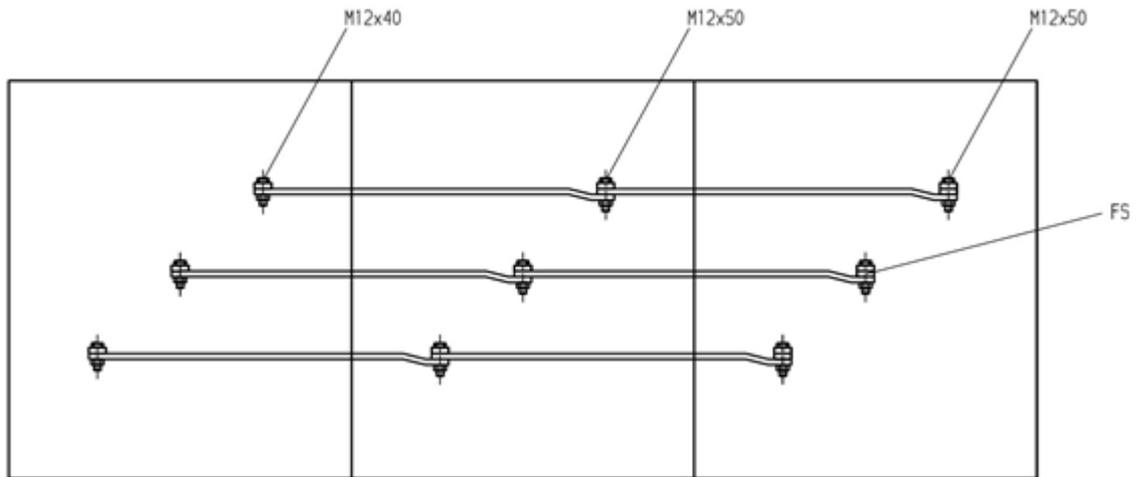

Bild 24-1: Sammelschienenanschluss Flachleiter
- Verwenden Sie zum Anschluss der Flachleiter die mitgelieferten Sechskantschrauben und stellen Sie die Verbindung entsprechend Bild 24-1 her. Im letzten Feld sind die mitgelieferten Futterstücke (FS) einzusetzen. Die Sammelschienenstücke reichen von der rechten Klemmstelle der Sammelschienen zur linken Klemmstelle der Sammelschienen im Nachbarschaltfeld.